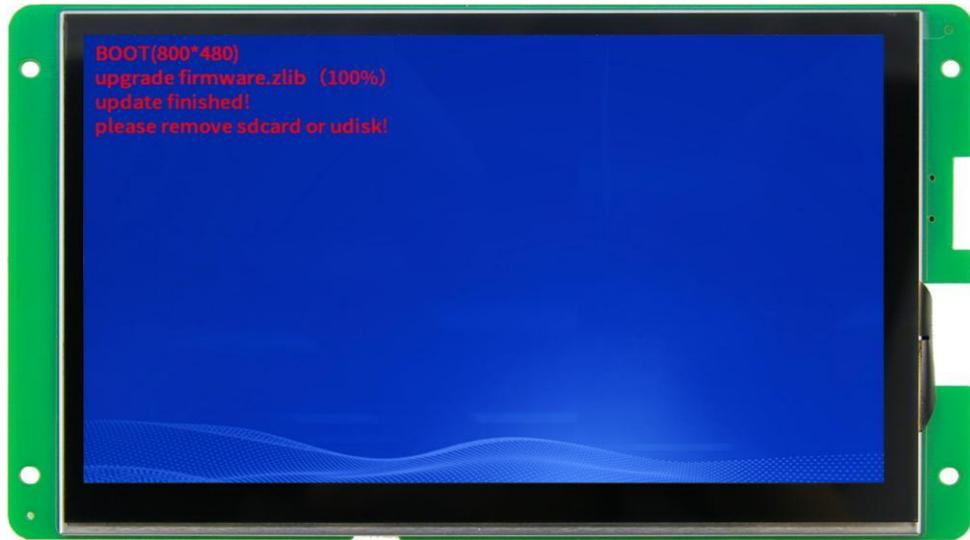

图 3-3 固件升级成功示意图
3. 升级成功如图 3-3 所示。根据屏幕提示, 拔出 SD 卡或 U 盘即可, 屏幕将自动运行工程。